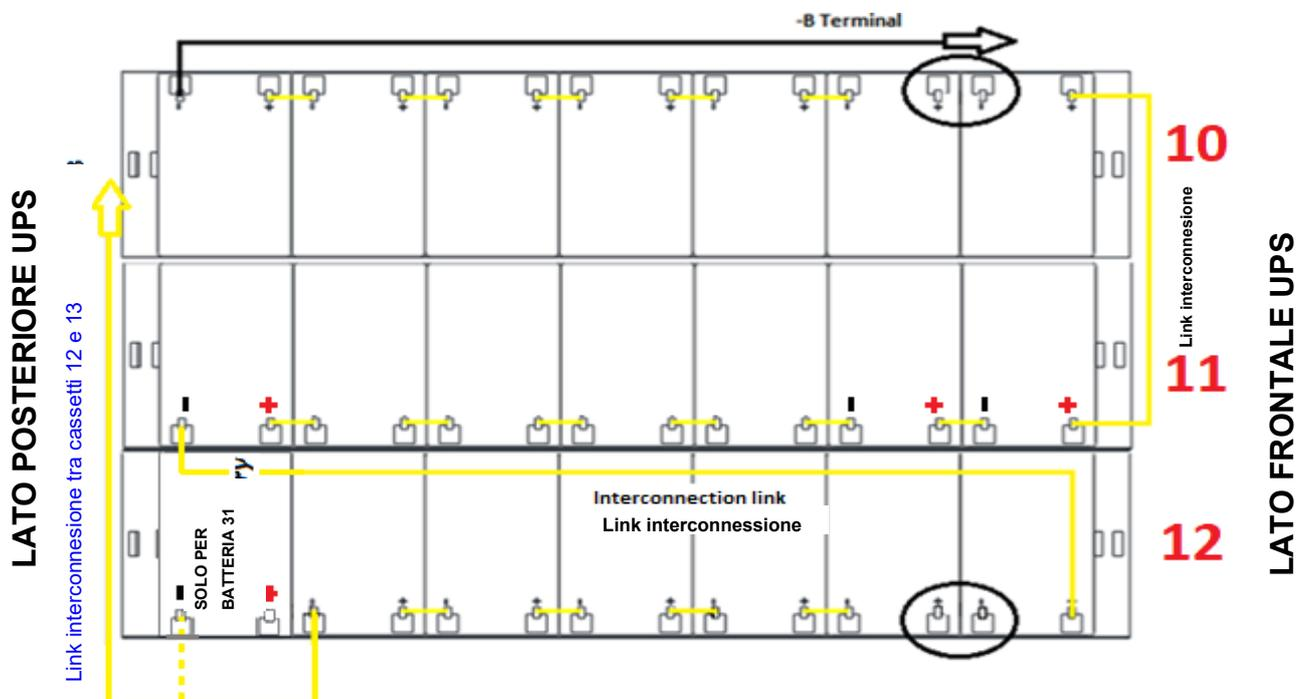

Figura 40 - Vista dall'alto Piano N°4 con connessioni batterie
12) Cablare il piano come indicato nella figura 40. **Lasciare scollegati i ponticelli cerchiati.**